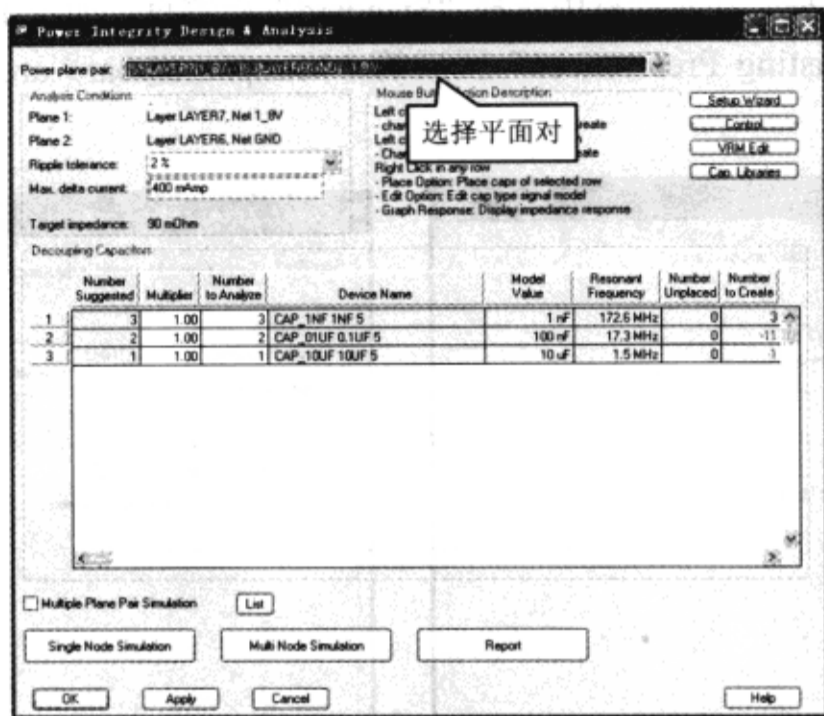

图 10-7-98 选择平面对
(1) 在“Power Integrity Design & Analysis”对话框顶部“Power plane pair”栏中选择“[S5]LAYER7(1\_8V) - [S3]LAYER6(GND) - 1.8V”，如图 10-7-98 所示。